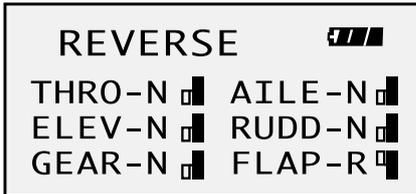

Abb. 15
3. Verlassen Sie das "Flap"-Menü » scrollen Sie » öffnen Sie  "Setup list" (Einstellungsmenü). Scrollen und öffnen Sie  "Reverse". Sie müssen nun den "Flap"-Kanal umkehren. Siehe [\[Abb. 15\]](#):